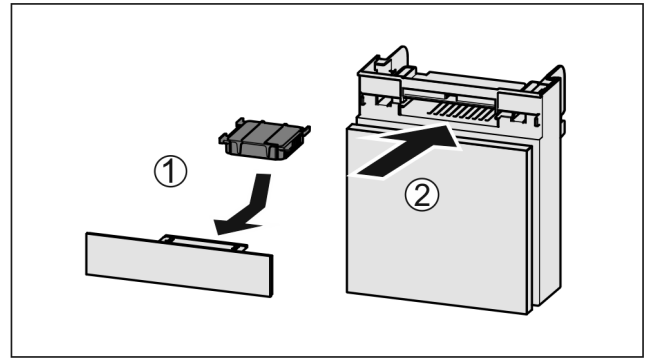

Fig. 153
- ▶ Вставити фільтр з активованого вугілля за малюнком Fig. 153 (1).
- ▶ Вставити відділення Fig. 153 (2).